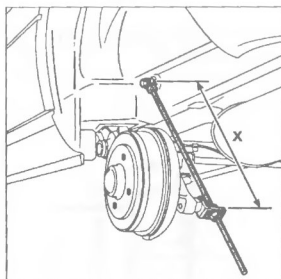

Рис. 6.39
6. Предварительно отрегулируйте приспособление в размер  $X = 430$  мм (рис. 6.39).